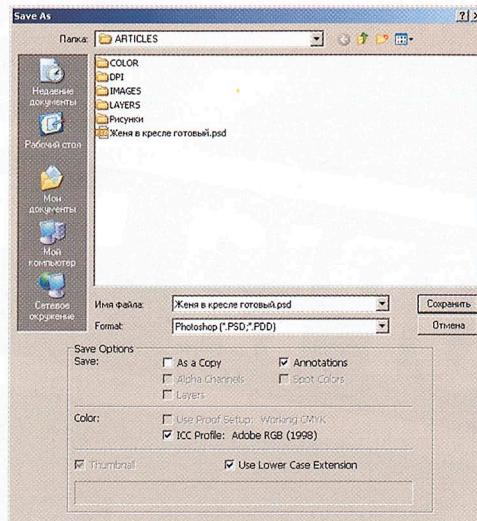
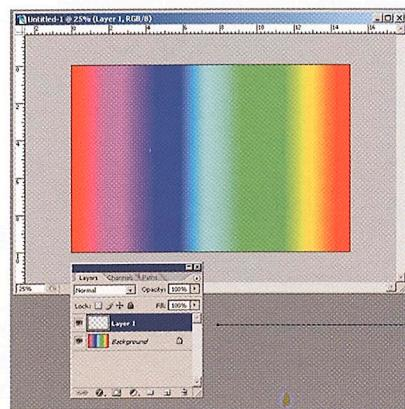

Рис. 3
Рис. 5
Внимание! Рабочее пространство указывается в поле Working space меню Color settings. Ни в коем случае не ставьте профиль принтера или монитора. Это очень распространенная ошибка начинающих пользователей. Там должно быть одно из стандартных рабочих пространств Photoshop. И вообще, рекомендую, чтобы меню Color settings выглядело так, как показано на рис. 5. В этом случае при открытии любого файла, если будут непонятные вопросы у программы, нажмите OK. Как минимум хуже не станет – ведь если в открываемый вами документ вставлен профиль, значит, это сделано не зря. Поэтому советую вам в меню сохранения файла проверять активное состояние флажка embed ICC profile. Впрочем, он должен стоять там по умолчанию (рис. 3).
- 3 Создаем пустой слой Layer_New Layer (рис. 5).